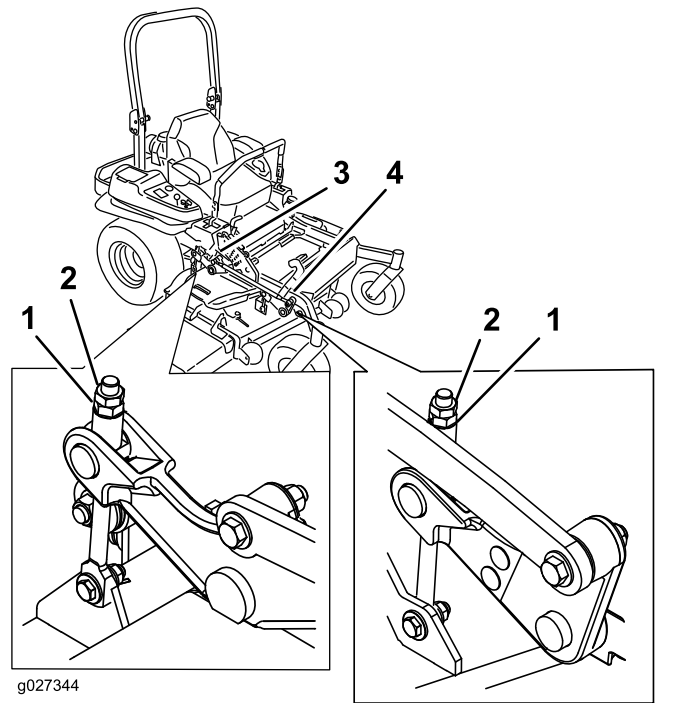

Figura 97
10. Mettete a punto il dado di regolazione sul gruppo di sollevamento del piatto di taglio anteriore ruotandolo (Figura 97).